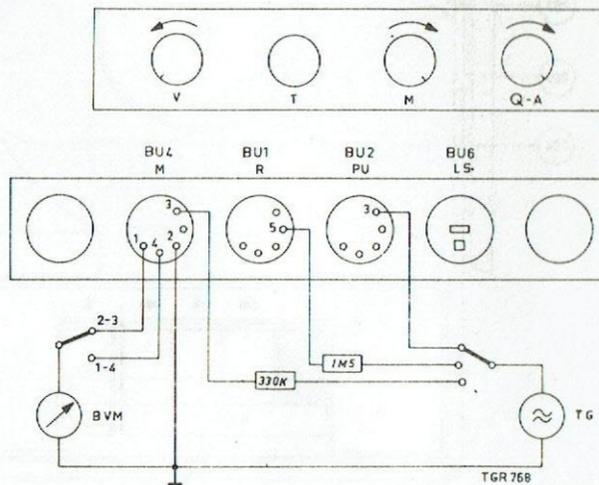

Fig. 17
Sensibilité de l'amplificateur d'enregistrement (figure 17)
- Appliquer un signal de 1 kHz aux différentes entrées de l'amplificateur, selon la figure 17.